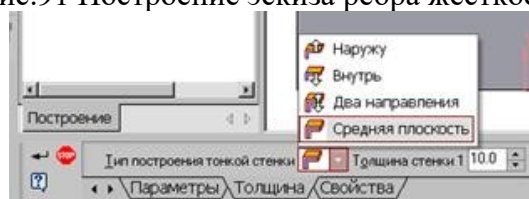

Рис.92 Выбор толщины ребра
5. Для построения ребер жесткости служит кнопка  Ребро жесткости. На панели свойств команды (рис.92) закладка Толщина позволяет выбрать Толщину ребра жесткости. Закладка Параметры позволяет определить: